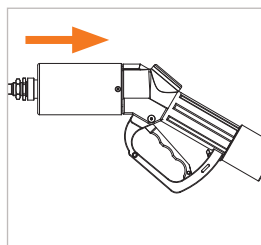

Figure 21
- ▶ Débranchez le nozzle de ravitaillement du distributeur. Le levier de commande (pos. 7) doit être en position OFF.
- ▶ Insérez le réceptacle de service WEH® sur le nozzle de ravitaillement jusqu'en butée et maintenez le nozzle dans cette position (position OFF) (Figure 21).